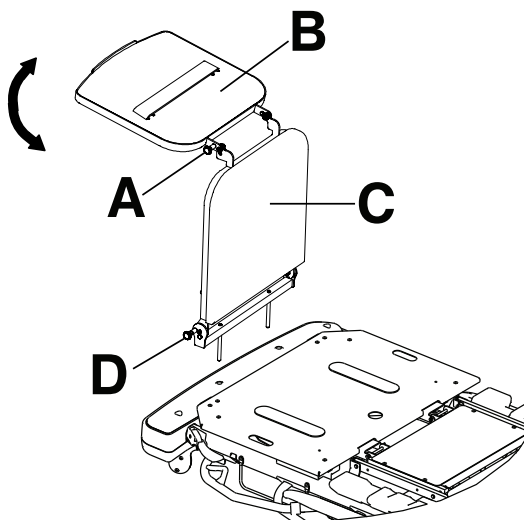

图 11 – 除颤器托盘/床尾延伸板
1. 拉出顶部旋钮 (A) (图 11)。
2. 旋转托盘 (B) 直至托盘在产品足端上方伸平。松开顶部旋钮 (A)。确保除颤器托盘锁定到位。
将除颤器托盘/床尾延伸板转变为床尾延伸板(图 11)：